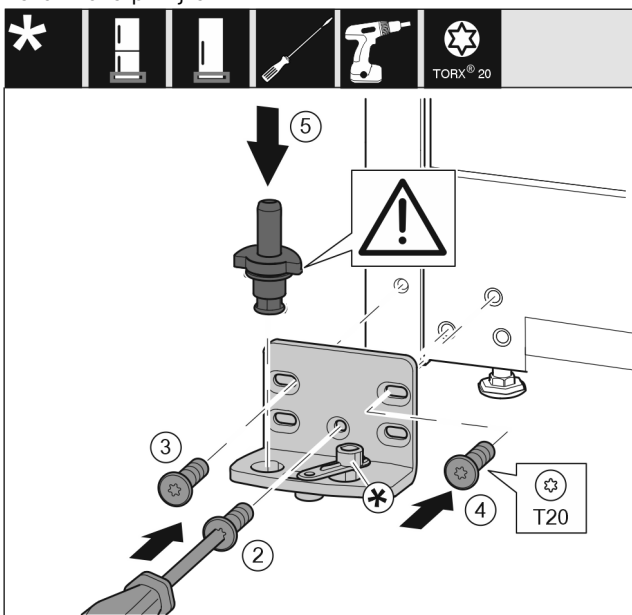

Fig. 16
- ▶ Ležajni podstavek namestite na drugo stran in ga po s pomočjo izvijača. Pričnite z vijakom Fig. 16 (2) spodaj na sredini.
- ▶ Privijte vijak Fig. 16 (3) in vijak Fig. 16 (4).
- ▶ Vstavite ležajni sornik Fig. 16 (5) do konca. Pri tem pazite na to, da je zaskočni zapah obrnjen nazaj.